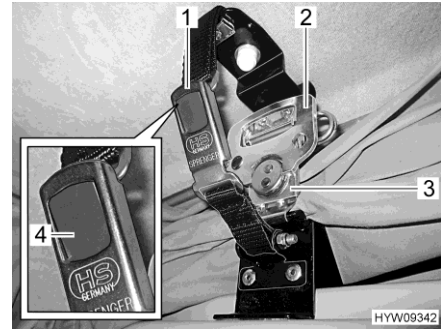

Bild 20 Lås (uppfällbart tak)
- Öppna säkerhetslåsen (Bild 20,1) på båda sidorna. Tryck därefter på den grå tryckknappen (Bild 20, 4).
- Fäll ut vardera handtag (Bild 20,2) på snabblåset (Bild 20,3) och dra ett halvt varv moturs. Låset är på så sätt upplåst.